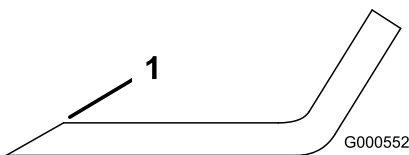

Figura 61
- Utilize uma lima para afiar aresta de corte em ambas as extremidades da lâmina (Figura 61).
Nota: Se lâmina não estiver equilibrada, lime algum metal da extremidade da aba apenas (Figura 61).